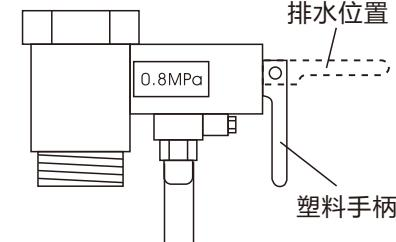

图2
- 如果需要清空内胆中的水，首先，关闭总水源。取下安全阀上的固定螺丝钉，抬起塑料手柄(见图2)，让水自然流出。